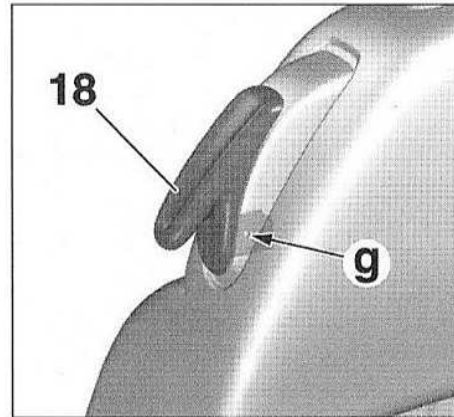

FIG.16
- Dégrafer la commande de basculement du dossier (18) en (g) (Fig.16).